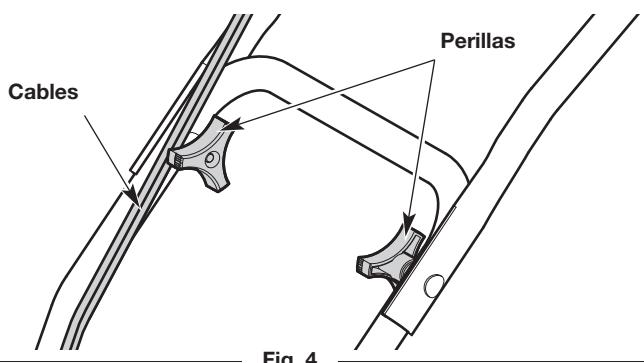

Fig. 4
2. Afloje las perillas (Fig. 4).